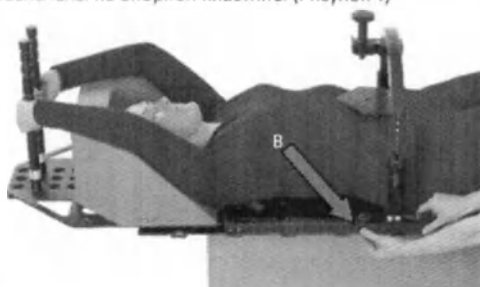

Рисунок 4
4. Расположите арку на опорной пластине так, чтобы закрученный винт касался прижимной пластины. Закрепите арку на опорной пластине, открыв зажимы (В) по обеим сторонам, установив арку в надлежащее положение и снова закрыв зажимы. Арка индексируется по круглым отверстиям со стороны опорной пластины. Для повторного позиционирования запишите координаты размещения арки. Координаты E1 - E28 обозначены на опорной пластине. (Рисунок 4)